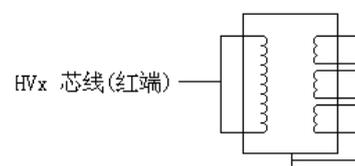
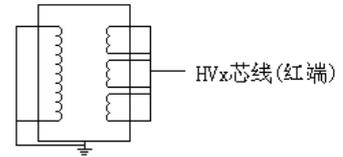

图7 PT接法
图8 PT接法
(2) 一次侧对二次侧及地
- A. 接线见图 7
(3) 二次侧对一次侧及地
- A. 接线见图 8